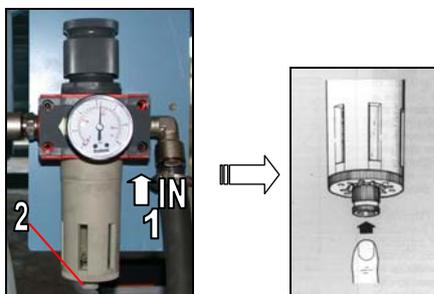

Fig.7.2
**Se si nota un esubero di condensa all'interno della tazza intervenire manualmente, vedi Fig.7.2, scaricando la condensa presente nella tazza anche con il sistema in pressione.**